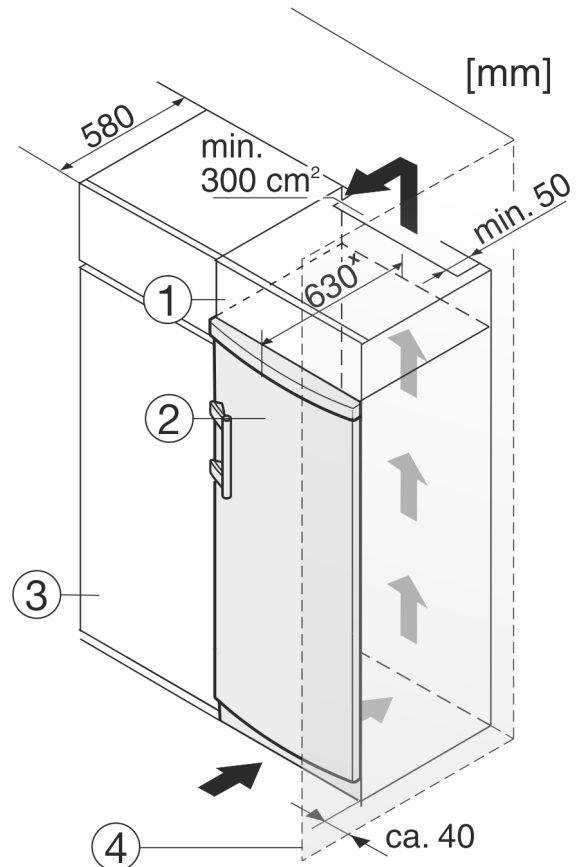

Fig. 10
Перед встановленням пристрою можна змінити його конструкцію відповідно до кухонної шафи. Щоб привести висоту пристрою Fig. 10 (2) у відповідність із розмірами кухонної ніші, можна встановити на нього спеціальну шафу Fig. 10 (1).
При комбінуванні з кухонними шафами (глибина макс. 580 мм) пристрій можна встановити безпосередньо поруч з кухонною шафою Fig. 10 (3). Пристрій виступає збоку на 34 мм \* і посередині на 50 мм \* відносно передньої панелі кухонної шафи.
Якщо пристрій встановлюється поряд зі стінкою Fig. 10 (4), відстань між пристроєм та стінкою повинна бути не менше 40 мм. Це відповідає необхідній відстані для ручки після відкриття дверцят.